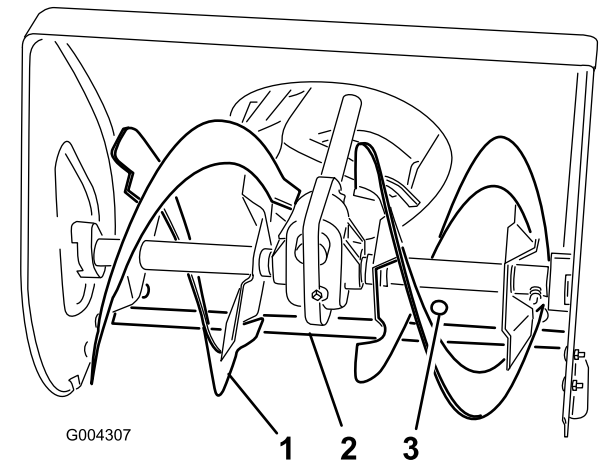

Figure 28
- Côté du carter de fraise (2)
- Écrous à embase (4)
- Patin (2)
- Placez un support sous les lames de la fraise pour qu'elles se trouvent à 3 mm (1/8") au-dessus du sol (Figure 28).
6. Pour corriger la position de la lame racleuse, desserrez les 5 vis de montage (Figure 28), mettez la lame de niveau à la hauteur voulue et resserrez les vis de montage.